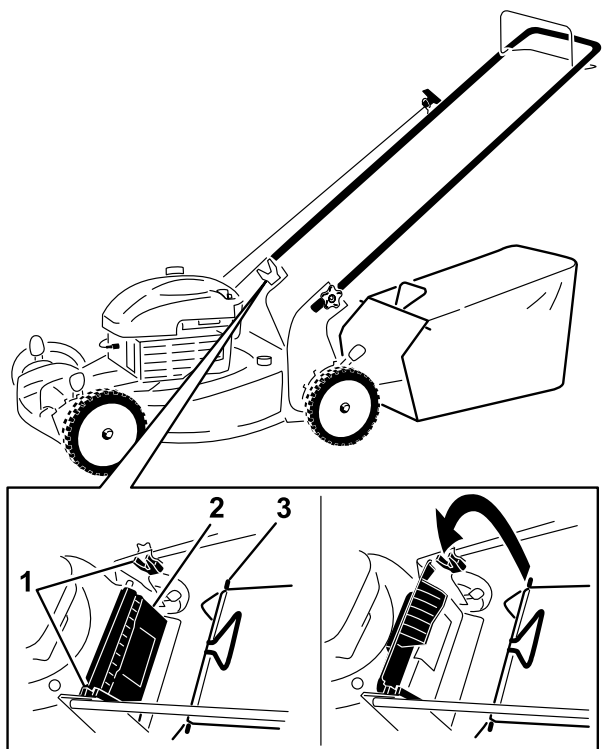

Figure 14
1. Soulevez le déflecteur arrière et gardez-le dans cette position (Figure 14)
2. Montez le bac à herbe en veillant à placer les ergots dans les crans du guidon (Figure 14).